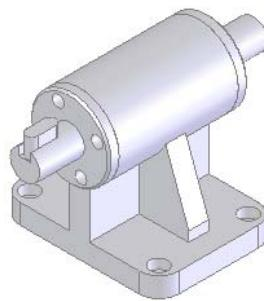

图 7-138 等轴测视图
**05** 设置视图方向。单击“标准视图”工具栏中的“等轴测”图标 ，将视图以等轴测方向显示，结果如图 7-138 所示。